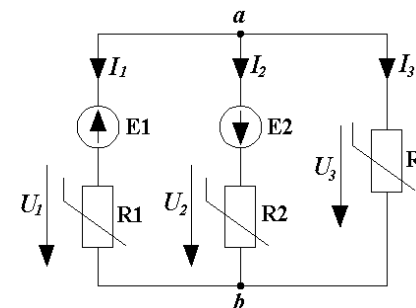
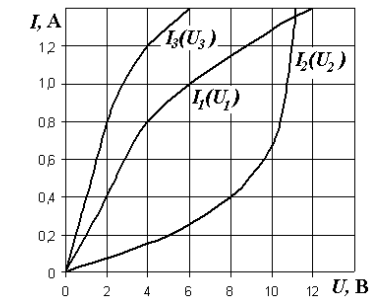

Рис. 2.2
Рис. 2.3
2.3.1. Определить токи в ветвях электрической цепи (рис. 2.2) методом двух узлов, если  $E_1 = 4$  В,  $E_2 = 8$  В. Вольт-амперные характеристики нелинейных резисторов приведены на рис. 2.3.